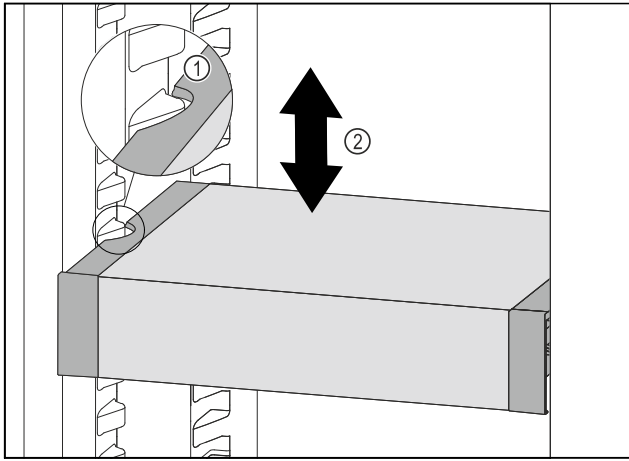

Fig. 73
- ▶ Потягнути VarioSafe вперед, поки бокові заглиблення VarioSafe не опиняться на рівні ребра для резервуара в охолоджувальному відділенні. Fig. 73 (1)
- ▶ Пересувайте VarioSafe вгору або вниз в охолоджувальному відділенні до тих пір, поки не досягнете бажаної висоти. Fig. 73 (2)